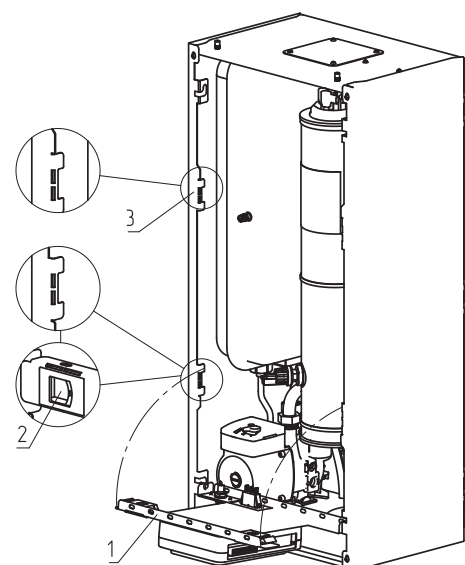

Рис. 9 Откидывание кронштейна
- Откинуть кронштейн для крепления пульта управления (Рис. 9, поз. 1);
- Отжать замки-защелки (Рис. 9, поз. 2) с двух сторон;
- Имеется возможность сменить положение кронштейна, достав его из пазов и закрепив в соответствующие пазы выше (Рис. 9, поз. 3).